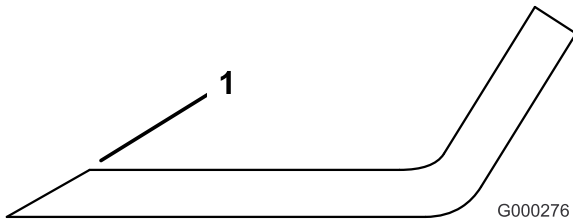

Figure 56
1. Au moyen d'une lime, affûtez les tranchants aux deux extrémités de la lame (Figure 56). Veillez à conserver l'angle de coupe d'origine. Limez la même quantité de métal sur chacun des deux tranchants pour ne pas déséquilibrer la lame.